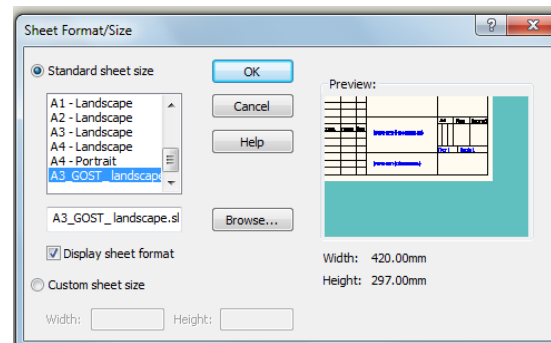

Рис. 8.3.6. Форматка для креслення
3. Створіть новий документ-креслення. Виберіть у якості формату листа попередньо створений формат А3 з альбомною орієнтацією сторінки (рис. 8.3.6).